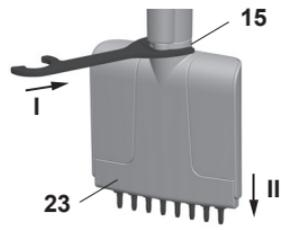

Abb. 15
1. Setzen Sie den oberen Teil des Wartungswerkzeugs 1 zwischen Ring 15 und Auswerfer 23 an (Abbildung 15).
2. Drücken Sie mit dem Werkzeug, bis sich die Teile voneinander lösen (I).
3. Vergewissern Sie sich, dass der Auswerferhebel nach oben zeigt, ziehen Sie ihn nach unten und entfernen Sie den Spitzenauswerferbereich des Moduls (II).